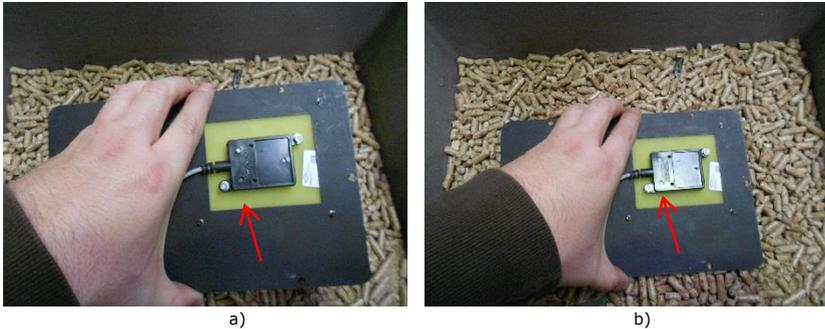

Figure 8 - Réglage de la sensibilité du capteur
- ensuite, avec les lumières des deux capteurs allumées, éloignez les capteurs des granulés et vérifiez que les lumières s'éteignent (Figure 8-a) et rapprochez à
nouveau puis vérifiez que les lumières s'allument lorsqu'ils se rapprochent des granulés (Figure 8-b)